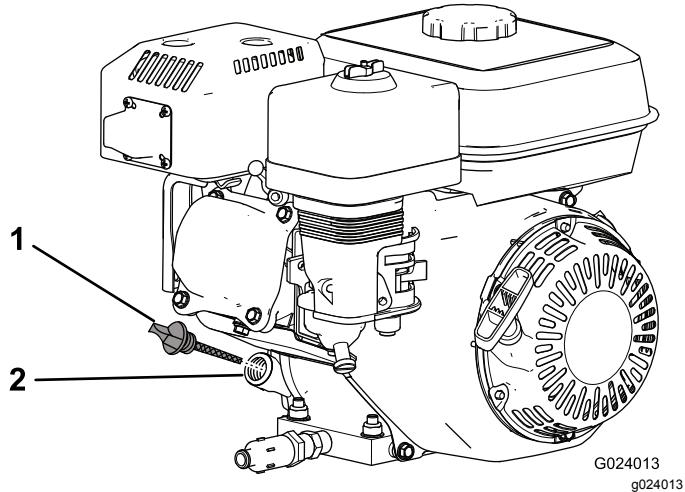

Рисунок 17
2. Заглушите двигатель, подождите, пока он остывает, и очистите поверхность вокруг крышки масляного фильтра / щупа (Рисунок 17).